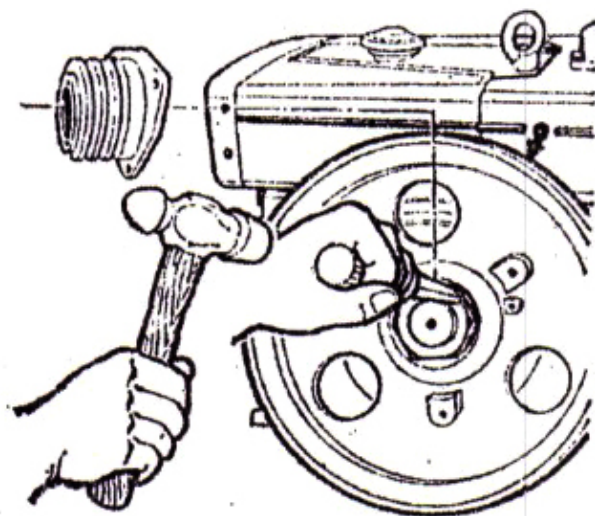

Figura 9. Aplane las pestañas de la arandela de sujeción situada detrás de la tuerca del volante.
- a. Desmonte la correa de la polea; con un martillo y un corta fierro aplane las pestañas de la arandela detrás de la tuerca del volante, ver figura 9.